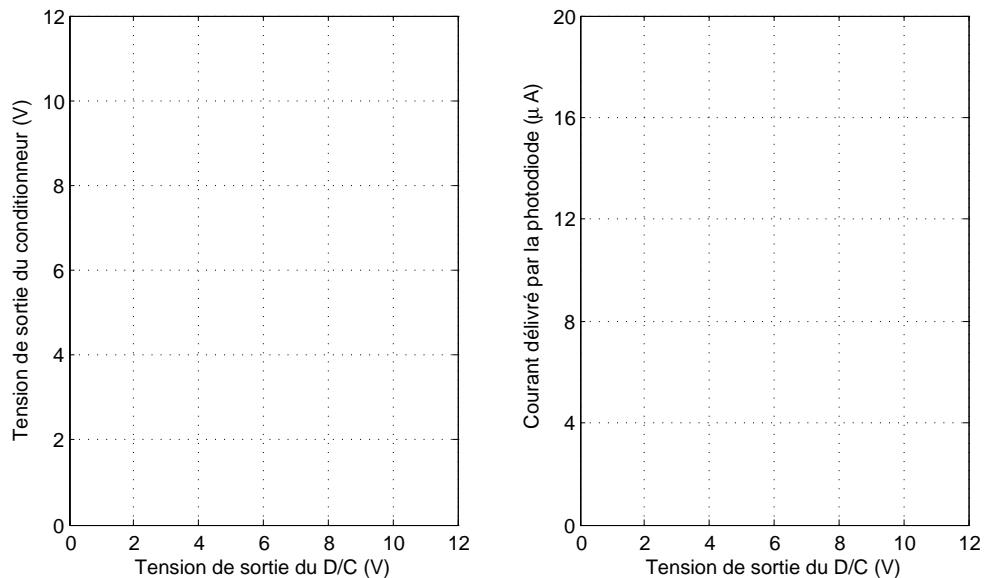

FIGURE 3: Evolution du courant délivré par la photodiode et la tension de sortie en fonction de la tension d'entrée.
5. Recopier la figure 3, ensuite dessiner le graphe de la tension et celui du courant en fonction de l'intensité de la lumière.